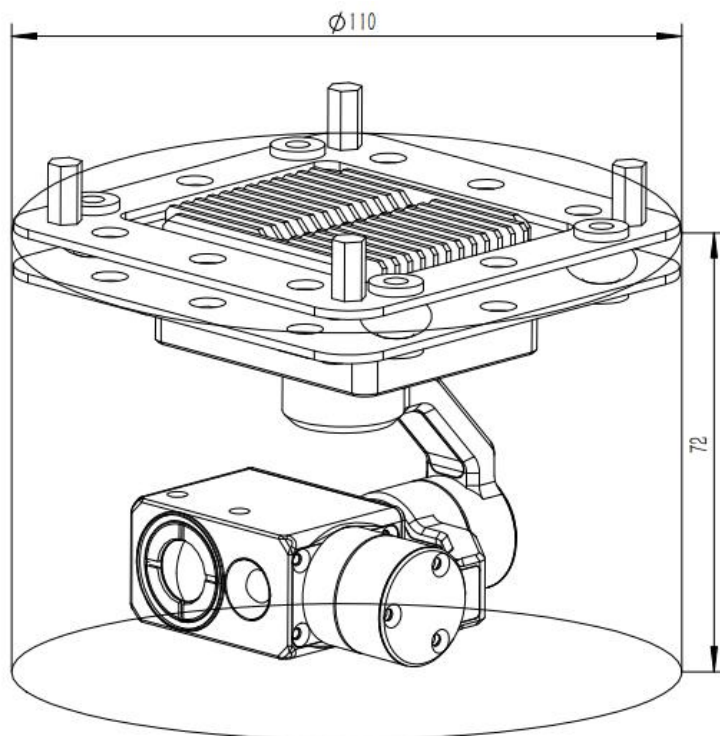

图 1-1-1 双光一体云台结构
DHU335G609 是一款集成定焦可见光相机、640×512 热成像模块、高精度三轴增稳吊舱的定焦双光小吊舱，采用网络 IP 和 HDMI 双输出，具有稳定性高、体积小、重量轻、功耗低的特点；可见光相机采用有效像素 400 万的 SENSOR；热成像采用 640×512 分辨率氧化钒探测器。系统支持网络 RTSP 码流输出，支持多种画中画模式，多种伪彩显示，支持全局测温功能。串口^①、S.BUS、网络均可对相机及云台进行控制，支持本地 TF 双路录像拍照。支持 9 倍数字变焦。此款热成像镜头焦距为 9.1mm。云台结构如图 1-1-1 所示：